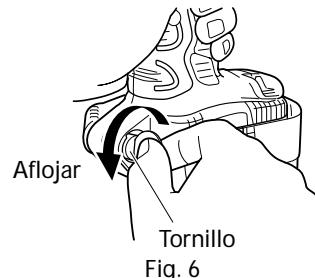

Fig. 6
**(2) Cambio de la posición del gancho****⚠ PRECAUCIÓN:**
- (a) Sujete firmemente la unidad principal y saque el tornillo usando un destornillador de cabeza ranurada o una moneda (Fig. 6).
- (c) Instale el gancho y el resorte en el otro lateral y asegure firmemente con el tornillo (Fig. 6).